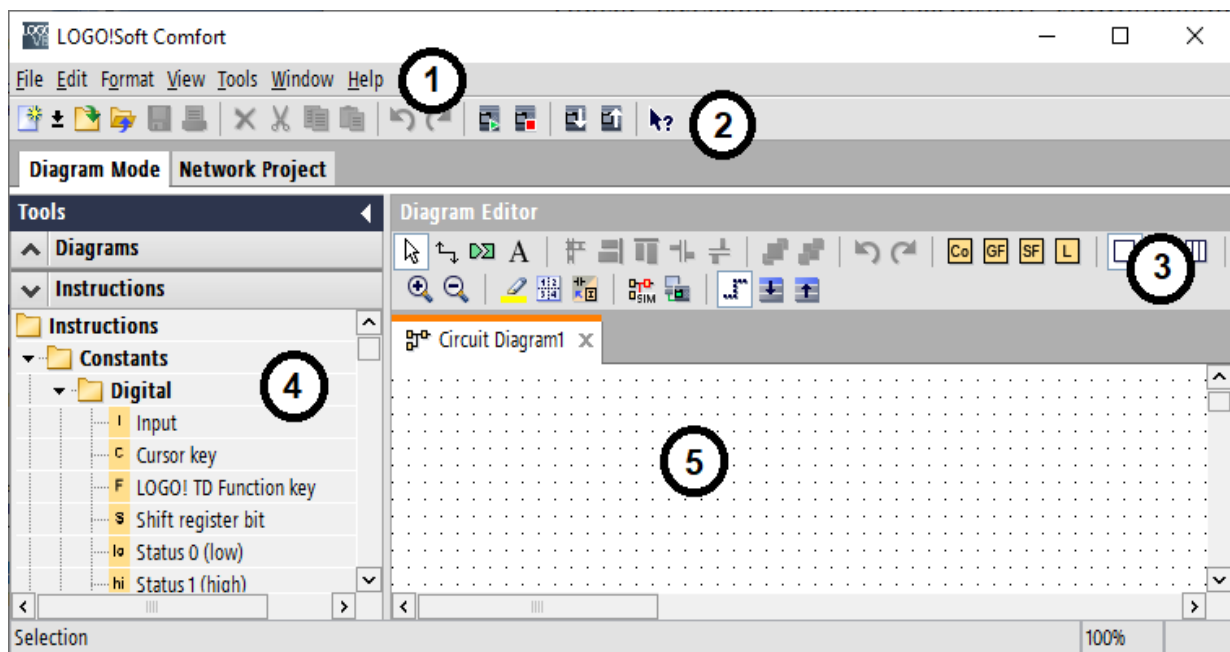
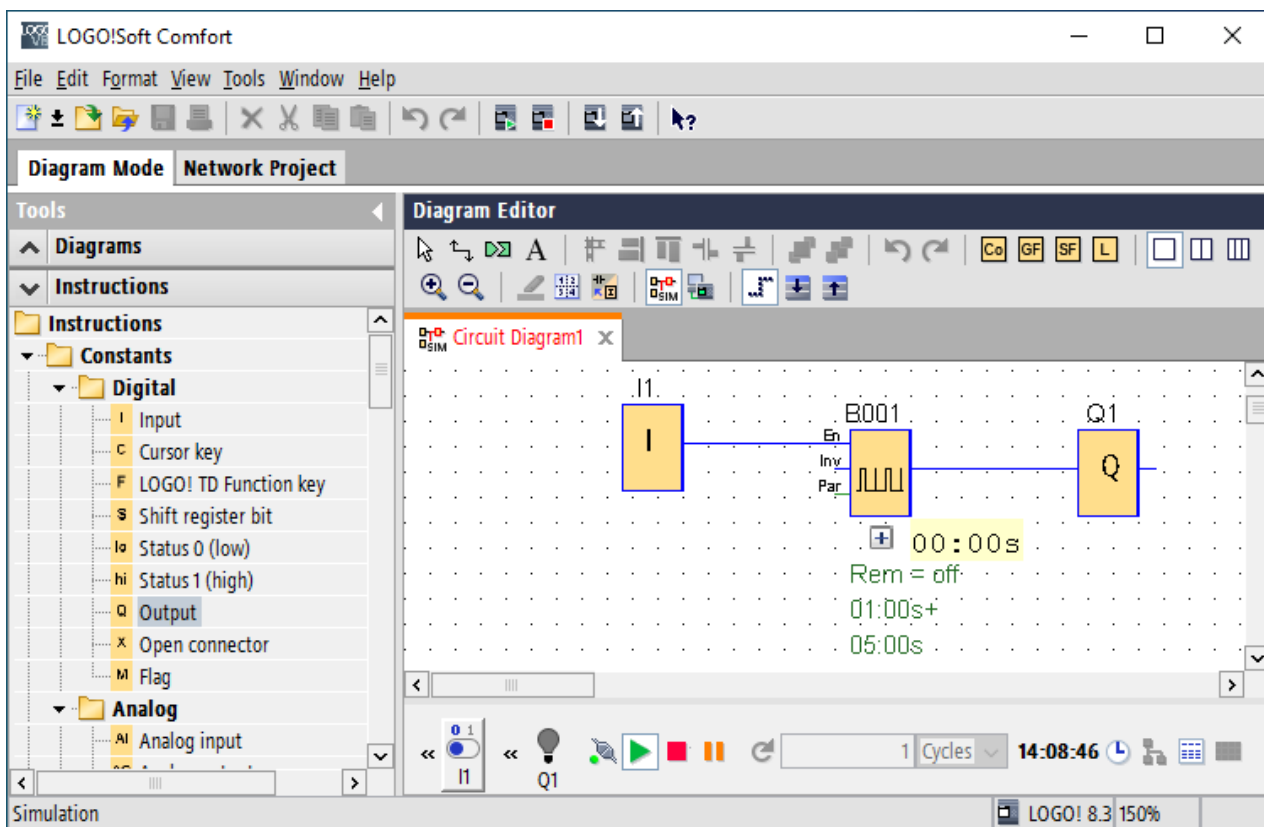

Рис. 2.8.2. Окно «LOGO!SoftComfort».
Рис. 2.8.3. Окно «LOGO!Soft Comfort» в режиме эмуляции
После создания новой (загрузки) коммутационной программы окно «LOGO!Soft Comfort» принимает вид, показанный на рис. 2.8.2.
Навести курсор на значок блока в окне 5 (см. рис. 2.8.2), нажать левую кнопку мыши, и, не отпуская её, передвинуть блок.
1). Нажать кнопку «Связь» () на панели 3 «Инструменты» (см. рис. 2.8.2).
Вместо меню можно пользоваться кнопкой  панели 2 (см. рис. 2.8.2).
Для перехода в режим эмуляции выберите или пункт Сервис/Эмуляция в меню 1 (см. рис. 2.8.2), или нажмите кнопку  на панели инструментов 3 (см. рис. 2.8.2), или кнопку F3 на клавиатуре. В нижней части окна диаграммы 5 (см. рис. 2.8.2) появится панель управления эмуляцией рис. 2.8.3.
(рис. 2.8.3), и, задавая входные сигналы кнопками  (рис. 2.8.3), наблюдаем работу программы. Соединительные линии между блоками меняют цвет в зависимости от уровня логических сигналов: 1 – красный, 0 – черный. Рядом с блоками отображается текущее значение их параметров (например, 00:00 s для блока В001 на рис. 2.8.3). Кнопка  (рис. 2.8.3) позволяет временно приостановить работу программы с сохранением значений всех сигналов и, при необходимости, проследить работу программы в пошаговом режиме (кнопка , рис. 2.8.3). Для остановки эмуляции нажимаем кнопку  (рис. 2.8.3).
Для выхода из режима эмуляции выберите пункт Сервис / Эмуляция в меню (1 на рис. 2.8.2), или нажмите кнопку F3 на клавиатуре, или любую кнопку на панели инструментов (3 на рис. 2.8.2).